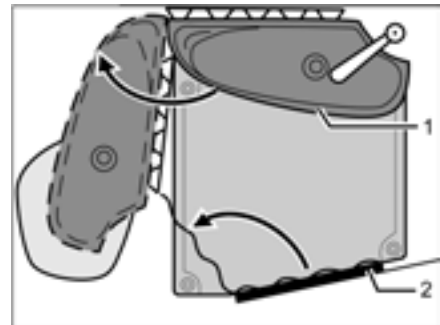

Bild 256 Vario-Toilette
- Waschbecken mit Rückwand (Bild 256,1) in Pfeilrichtung drehen.
- Den Toilettenraum betreten und die Toiletten-Eingangstür (Bild 256,2) von innen schließen und verriegeln.